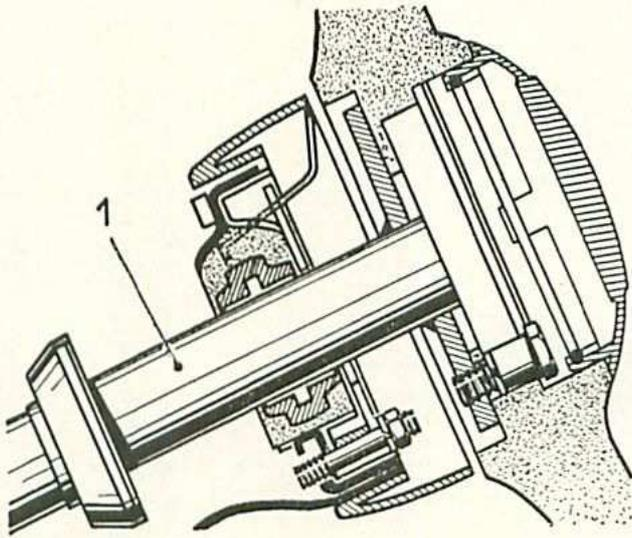
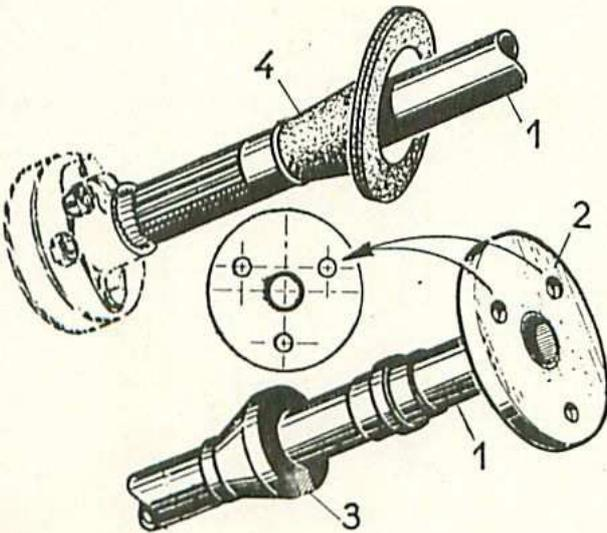

Fig. 50. — Vue en coupe de la partie supérieure du tube de direction équipé.
Fig. 51. — Extrémités inférieure et supérieure du tube de direction.
• Dégager le tube de direction (1) (fig. 50); l'obturateur (4) (fig. 51) de passage du tube reste monté sur la cloison de proue.
• Introduire le tube de direction dans le support du sélecteur et dans l'orifice de cloison de proue. Orienter le tube pour que les deux trous (2) (fig. 51) se trouvent sur une ligne horizontale et que l'extrémité cannelée puisse pénétrer dans le manchon d'accouplement. De même, l'encoche (3) doit être dirigée vers le bas (pour recevoir éventuellement le pêne d'un dispositif de verrouillage de la direction).